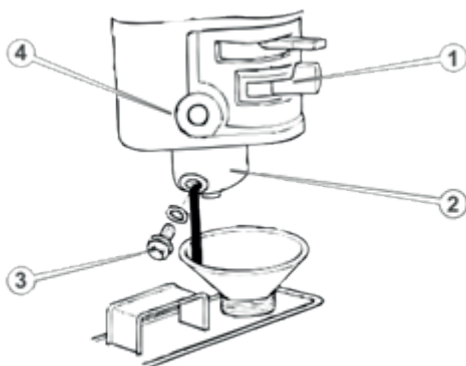

Рисунок 10. Відстійник карбюратора.
Відстійник палива (рис. 10), розташований у нижній частині карбюратора (4, рис.10), призначений для осаду можливих механічних домішок.
- від'єднайте ванну (2, рис.10) карбюратора.